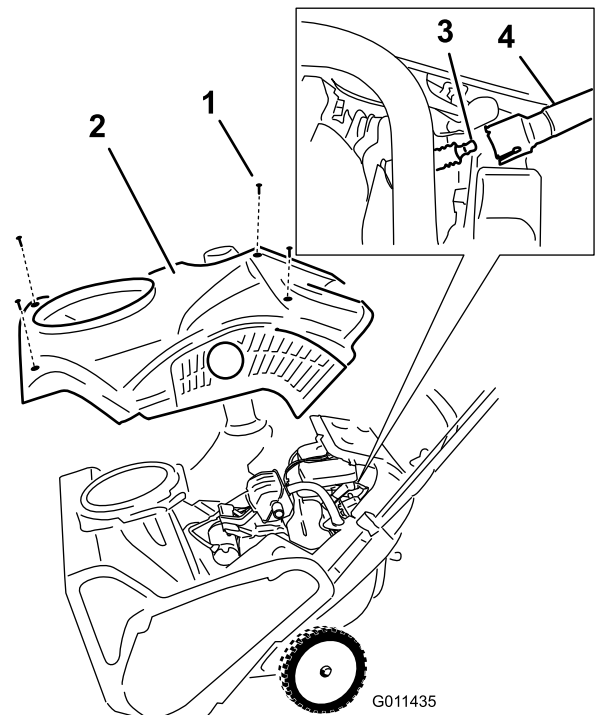

Bild 34
4. Nehmen Sie die vier Schrauben ab, mit denen die Abdeckung befestigt ist (Bild 34).
6. Nehmen Sie die Abdeckung ab (Bild 34).